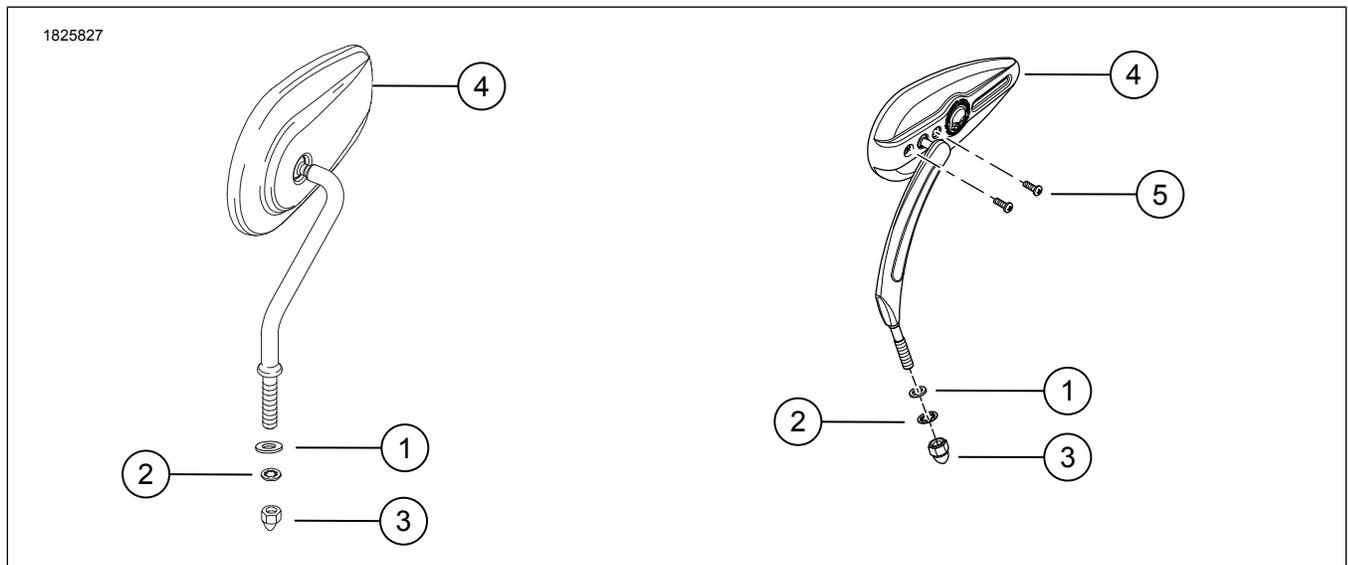

Abbildung 1. Inhalt des Satzes: Spiegelsätze
1. Abbildung 1 Die flache Unterlegscheibe (1) auf den Spiegelbolzen (obere Position) aller Spiegel außer Teilenummern 91696-05A, 92398-09 und 92410-09 montieren.
2. **Fahrzeuge, bei denen die Blinker auf der Unterseite der Handhebelgehäuse angebracht sind (außer XL Modelle ab 2004):** Den linken Spiegel mit der Sicherungsscheibe (2) und der Hutmutter (3) aus dem Satz befestigen.
3. Den rechten Spiegel mit der Sicherungsscheibe (2) und der Hutmutter (3) aus dem Satz und dem Blinkerhalter befestigen.
- a. Die Spiegel mit flachen Unterlegscheiben (1) in oberer und unterer Position, Sicherungsscheiben (2) und Hutmuttern (3) aus dem Satz befestigen.
- a. Abbildung 1 Das Drehmoment der Einstellschrauben (5) nach Bedarf stufenweise erhöhen. Festziehen.